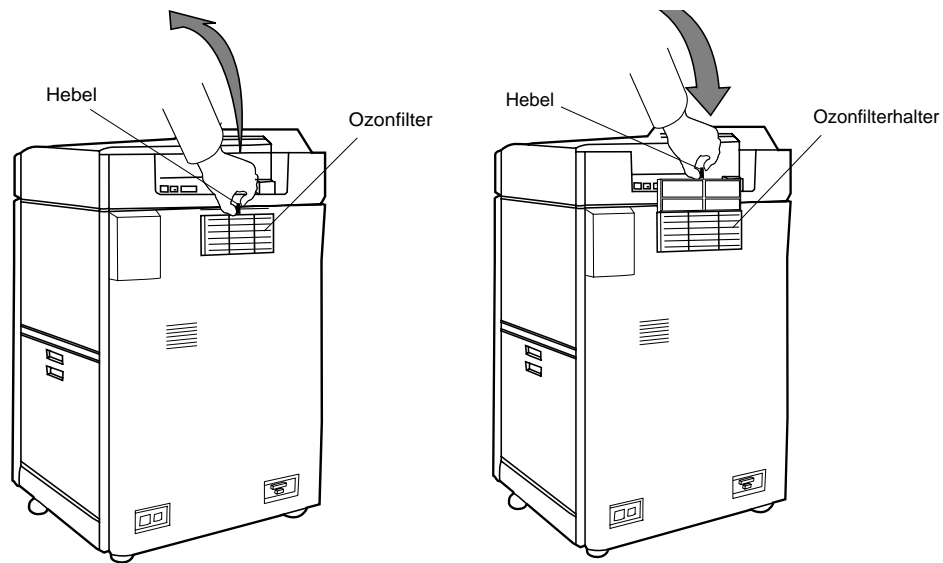

Abbildung 4-21 Austausch des Ozonfilters
2. Nehmen Sie den gebrauchten Filter aus dem Filterhalter heraus, und installieren Sie den neuen Filter, wie in Abbildung 4-21 gezeigt.